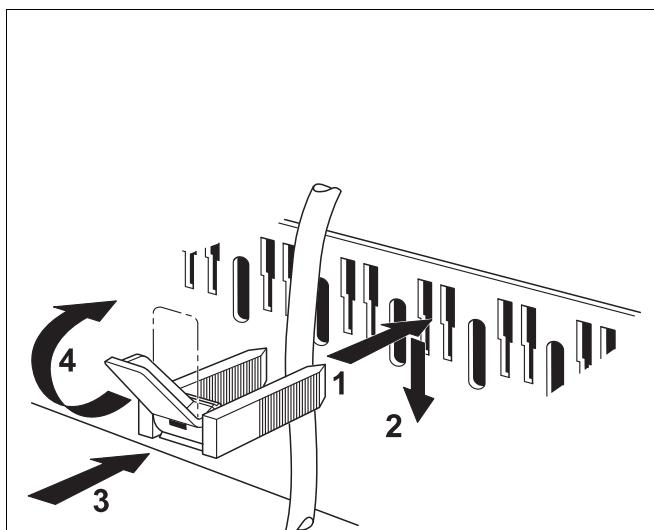

Рис. 14 Крепление провода хомутом
- Все провода закрепить хомутами (рис. 14):
- Вставить хомут с проводом сверху в щели рамки (рис. 14); пластинка рычага должна быть при этом направлена вверх (рис. 14, шаг 1).
- Сдвинуть хомуты вниз (рис. 14, шаг 2).
- Нажать на хомут (рис. 14, шаг 3).
- Повернуть рычажок вверх (рис. 14, шаг 4).